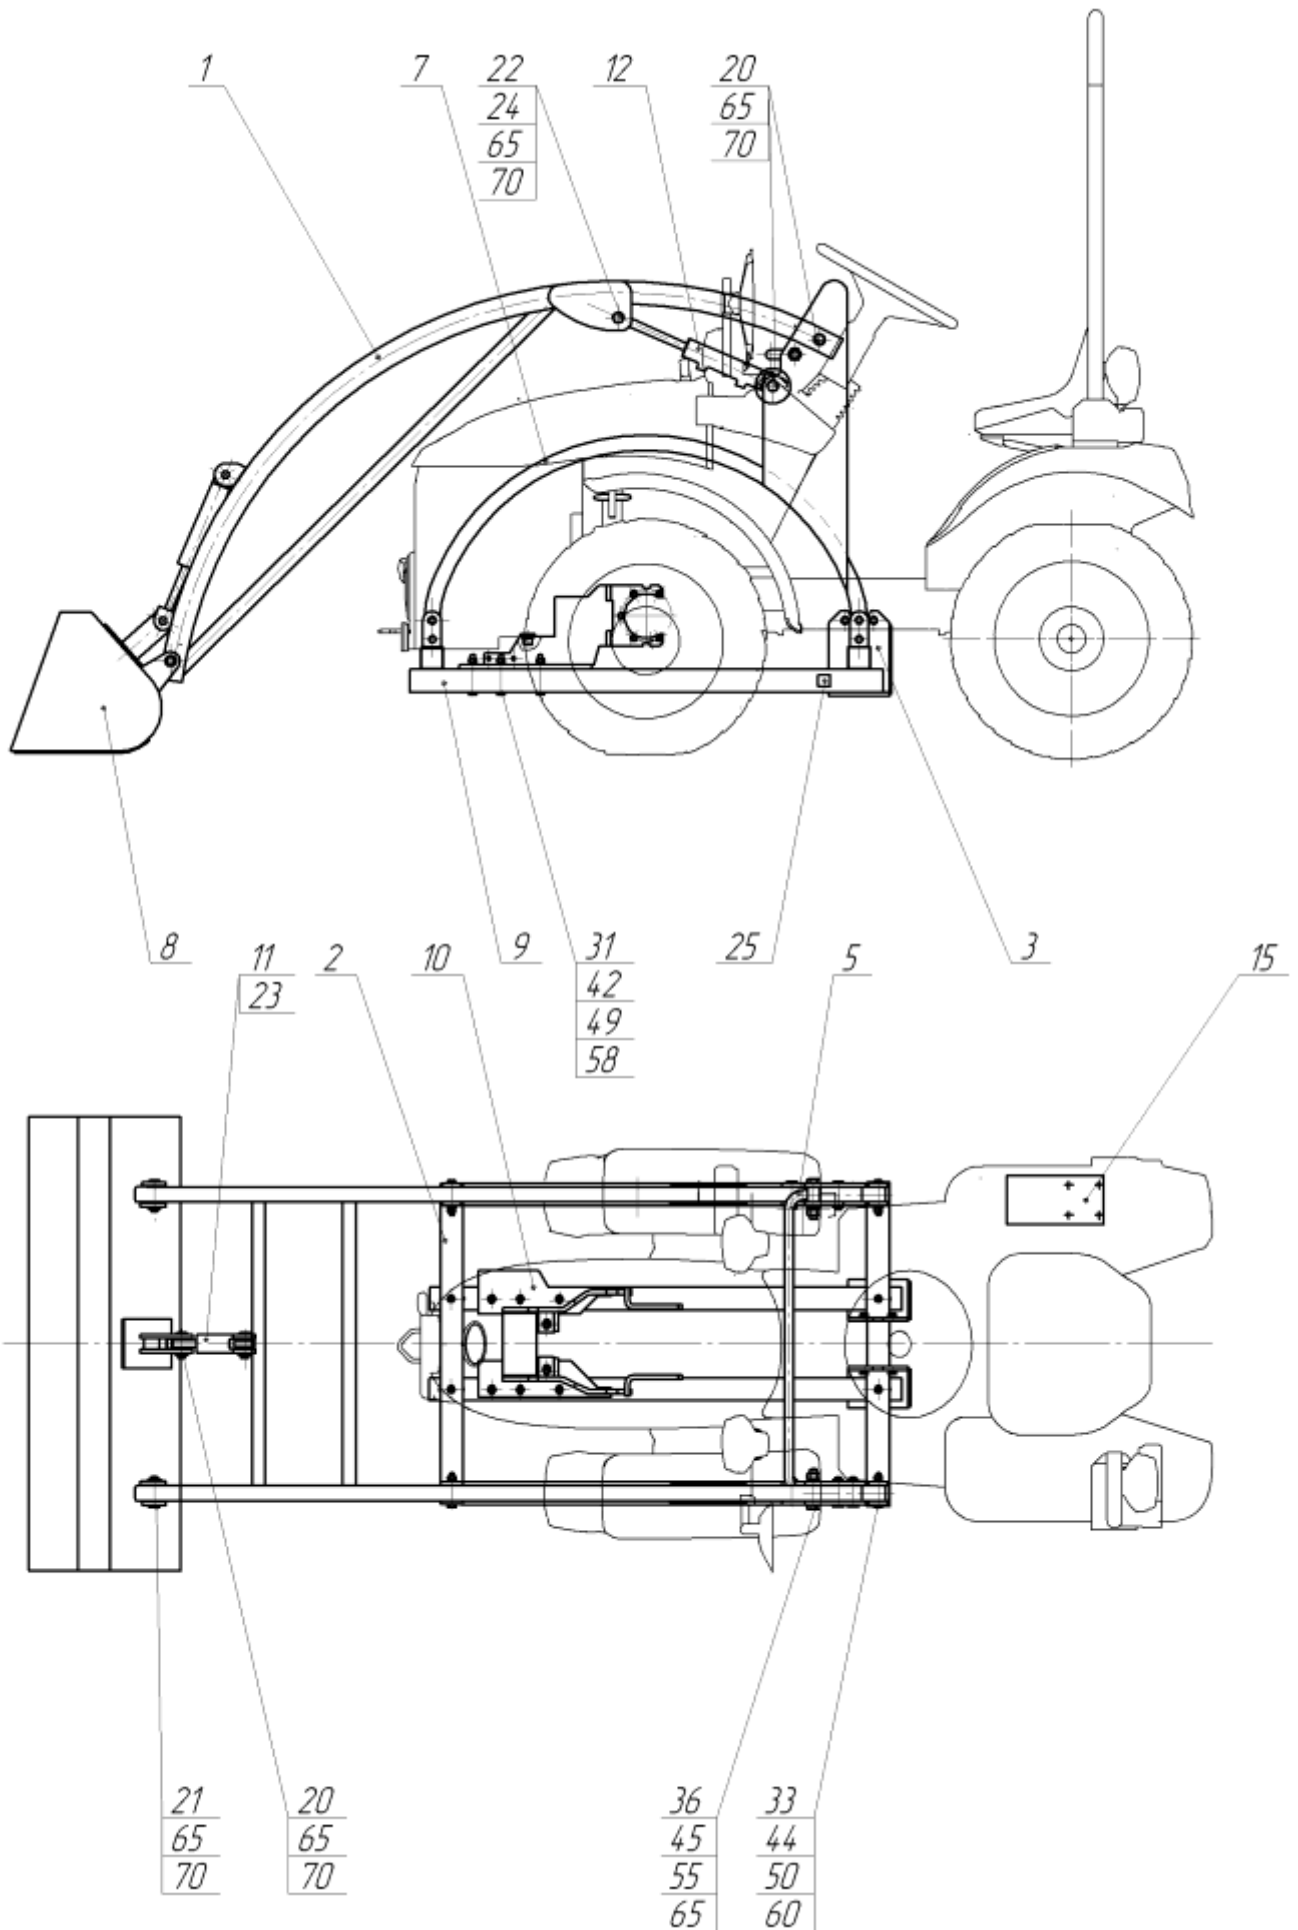

Рисунок 2 – Оборудование погрузочное ОП152
2.1.1 Установку сборки кронштейнов 10 (рисунок 2) произвести, совместив крепежные отверстия сборки кронштейнов 10 с отверстиями крепления конечной передачи к корпусу трансмиссии, зафиксировав болтами М10 из комплекта запасных частей погрузочного оборудования, а также винтами М16 к корпусу масляного насоса.